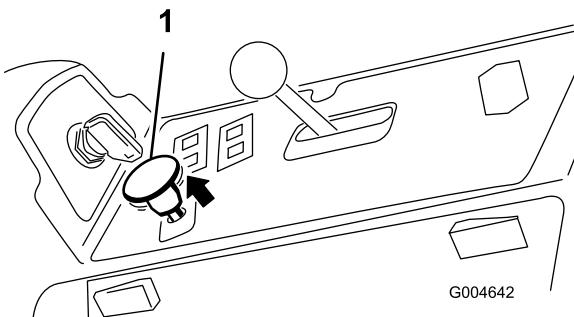

Figura 22
- Tire del mando de la toma de fuerza para engranarla (Figura 22).